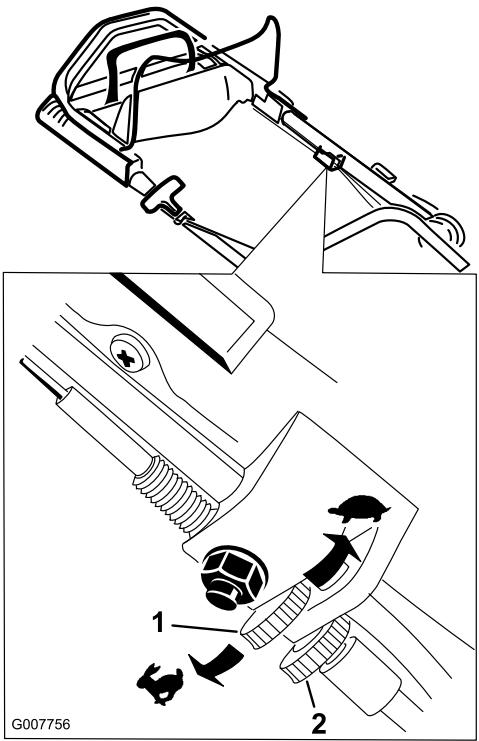

Figura 29
- Afloje la contratuerca a mano (Figura 29).